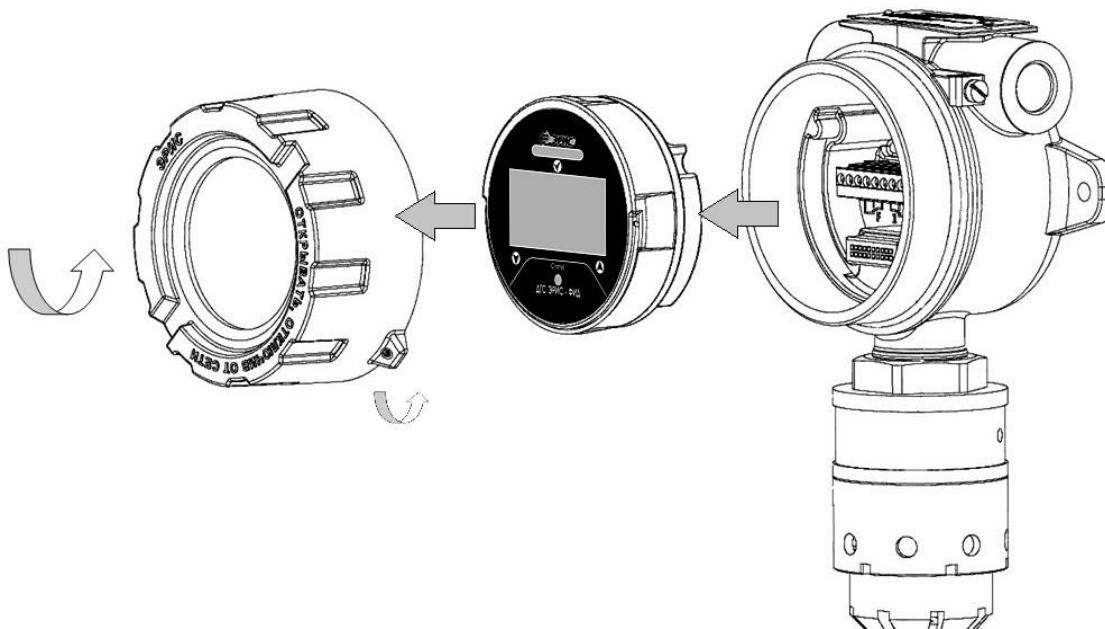

Рисунок 16 – Схема разбора ДГС ЭРИС-ФИД М
- Открутить стопорный винт в крышке газоанализатора (рис.16).